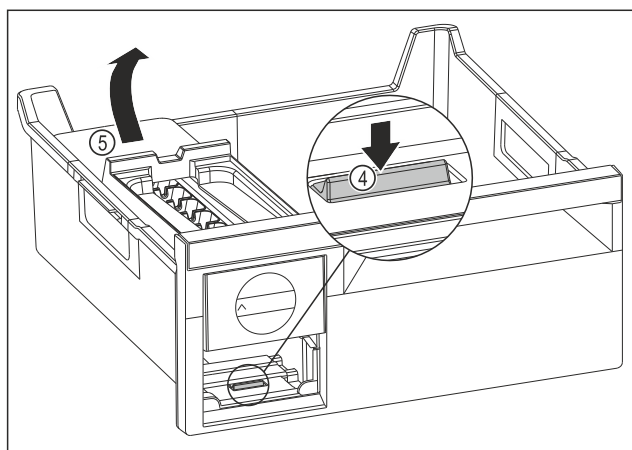

Fig. 154
- Estrarre il corpo dell'EasyTwist-Ice: Con un dito spingere la linguetta Fig. 154 (4) verso il basso e allo stesso tempo, con l'altra mano, sollevare il corpo dell' EasyTwist-Ice Fig. 154 (5) da dietro.